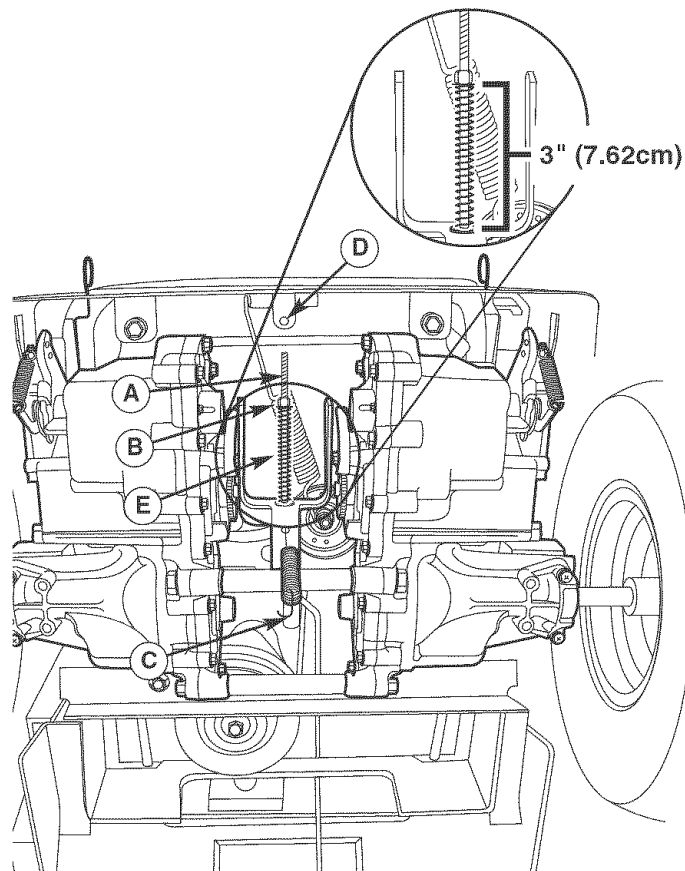

Figura 38. Ajuste del freno
2. Localice la varilla de freno (A, Figura 38) y la tuerca de ajuste (B).
3. Mida el resorte del freno de parada. La longitud de compresión, con las palancas de velocidad en suelo en la posición PARK (parado) deberá ser de 3" (7.62cm). Ajuste la longitud del resorte girando la tuerca de ajuste (B), de ser necesario.